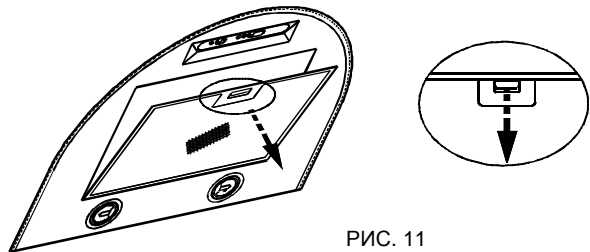

РИС. 11
8.3 Для очистки алюминиевого фильтра извлеките его из зонта (рис. 11) и произведите его очистку с помощью щетки горячим водным раствором нейтрального моющего средства вручную или в посудомоечной машине (при 60°C).
- снимите алюминиевый фильтр (рис. 11);